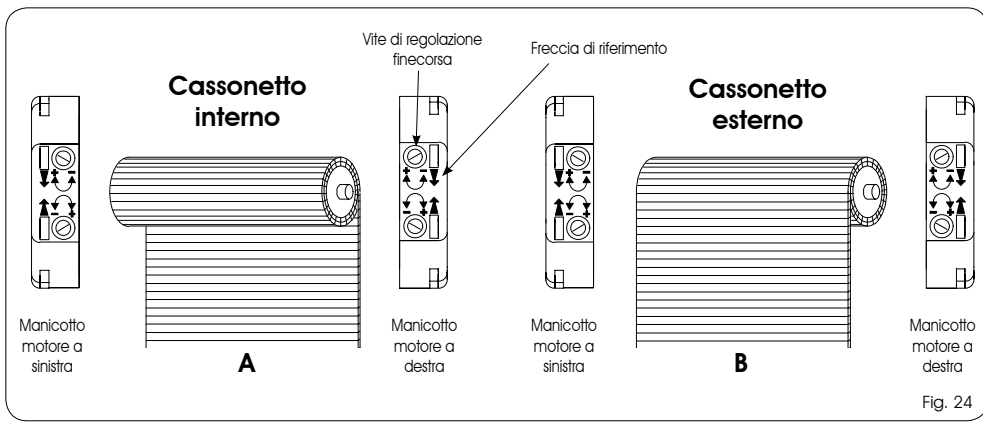

Fig. 24
10.2 CONFIGURAZIONE CON CASSONETTO INTERNO (Fig.24 rif.A)
10.3 CONFIGURAZIONE CON CASSONETTO ESTERNO (Fig.24 rif.B)